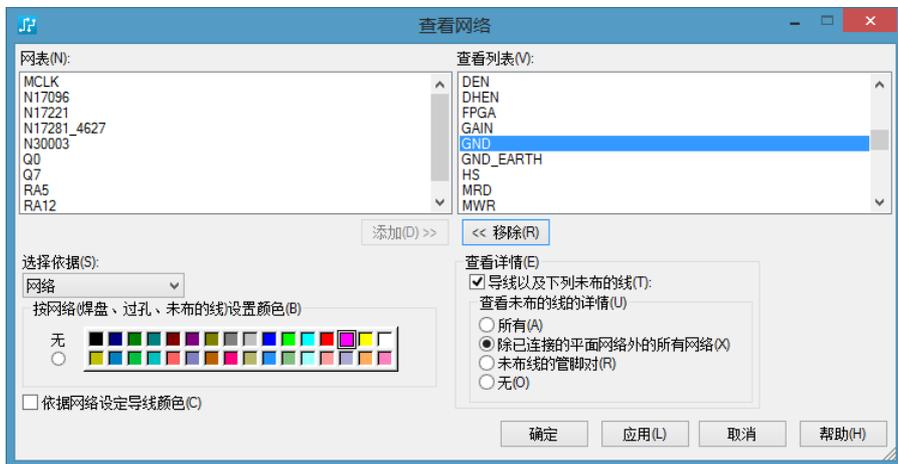

图 11-7 “查看网络”窗口
(2) 在菜单栏中执行“查看”“网络”命令,弹出如图 11-7 所示的“查看网络”窗口,通过该窗口可以设置当前设计中所有网络的颜色。在此设置“GND”网络为绿色,“VCC”网络为粉色,“AGND”网络为棕色,“GND_EARTH”网络为黄色。